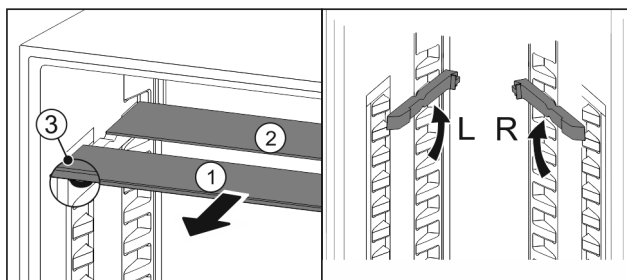

Fig. 88
- ▶ Sortir les tablettes par l'avant Fig. 88 (1).
- ▷ La tablette en verre Fig. 88 (1) avec bordure décorative est située à l'avant.
- ▷ Les butées Fig. 88 (3) sont orientées vers le bas.